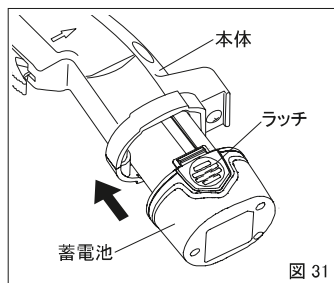

図 31
- ④蓄電池を充電器から取外し、本体に取付けてください(図31)。